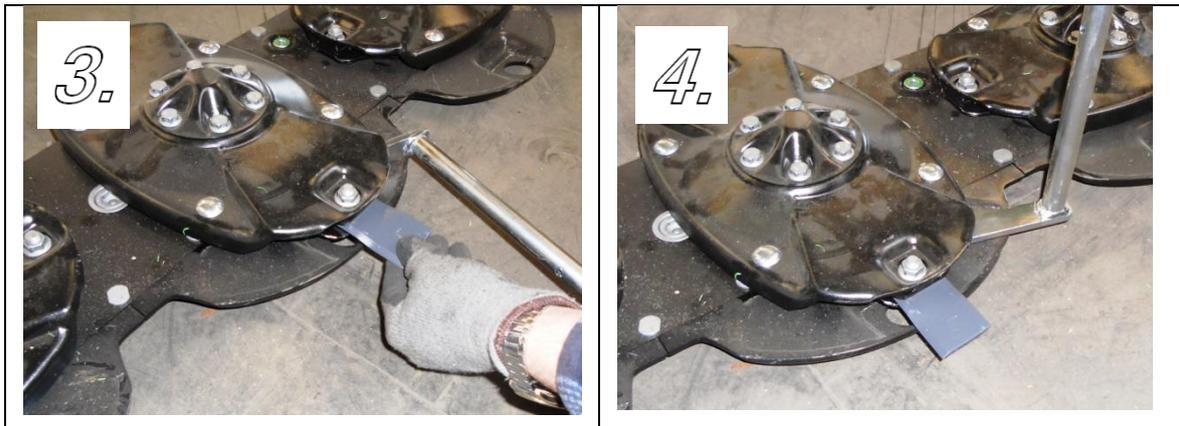

Abb. 19 Kontrolle, Austausch und Wenden des Messers
Den Austausch oder das Wenden des Messers wird mit Hilfe des Spezialschlüssels gem. der Abb. 19 durchgeführt. Der Schlüssel wird zwischen den Oberen Teller der Scheibe und die Messerhalterung gesteckt (Foto 19(1)), die Halterung so lange ausgehebelt, bis der Spalt so groß wird, dass das Messer herausgenommen werden kann 19(2). Nach der Kontrolle des Messers 19(3), des Schaftes und der Halterung (gem. Abb. 18) wird das Messer durch das Wenden oder den Austausch 19(4) montiert.